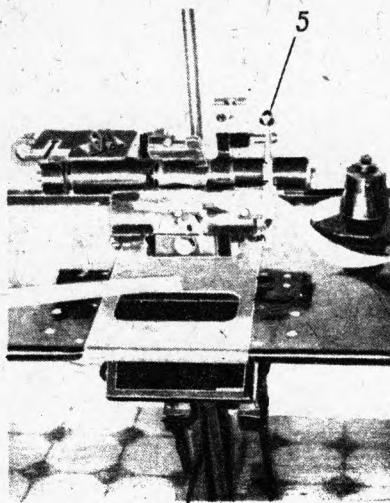

Рис. 2. Зарядка правого конца
1. Рычаг 5 (рис. 2, 3), перевести к себе, тем самым освободить верхний правый прижим. Нажимая на педали рычагов, поднять верхние прижимы полуавтомата. Педали нужно отвести от себя до упора.